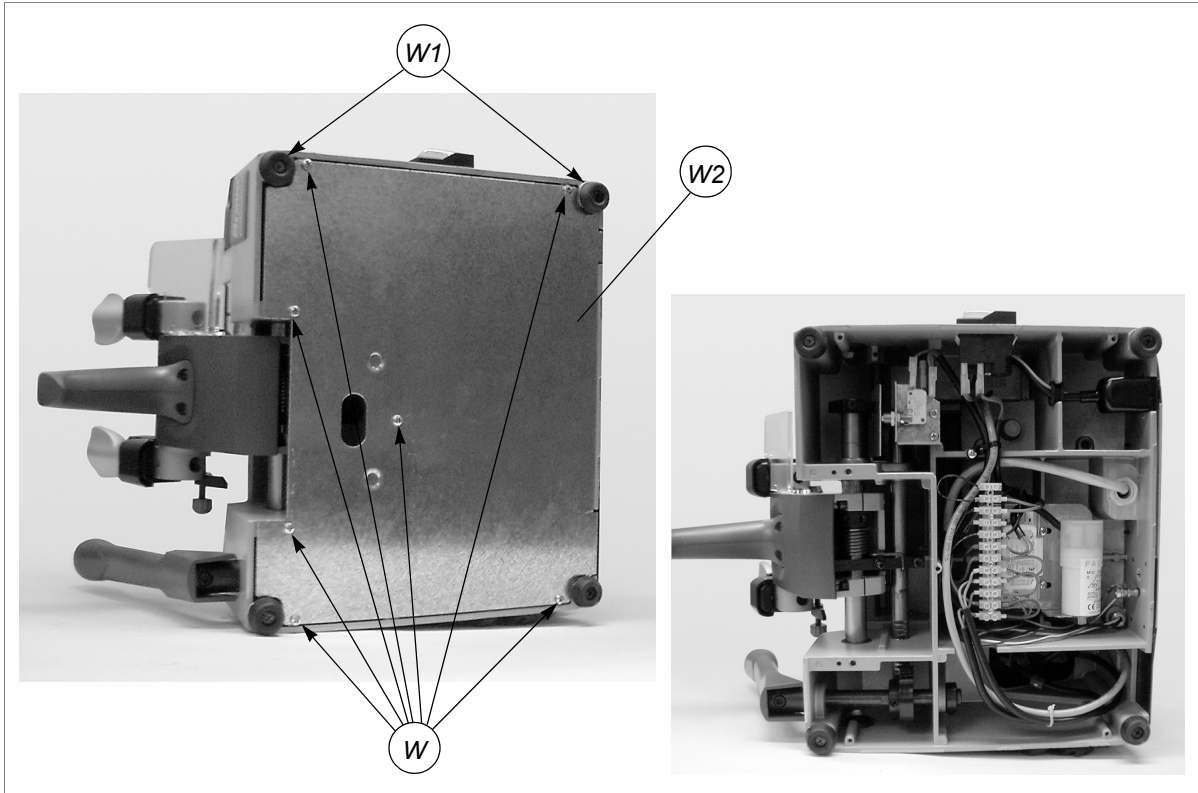
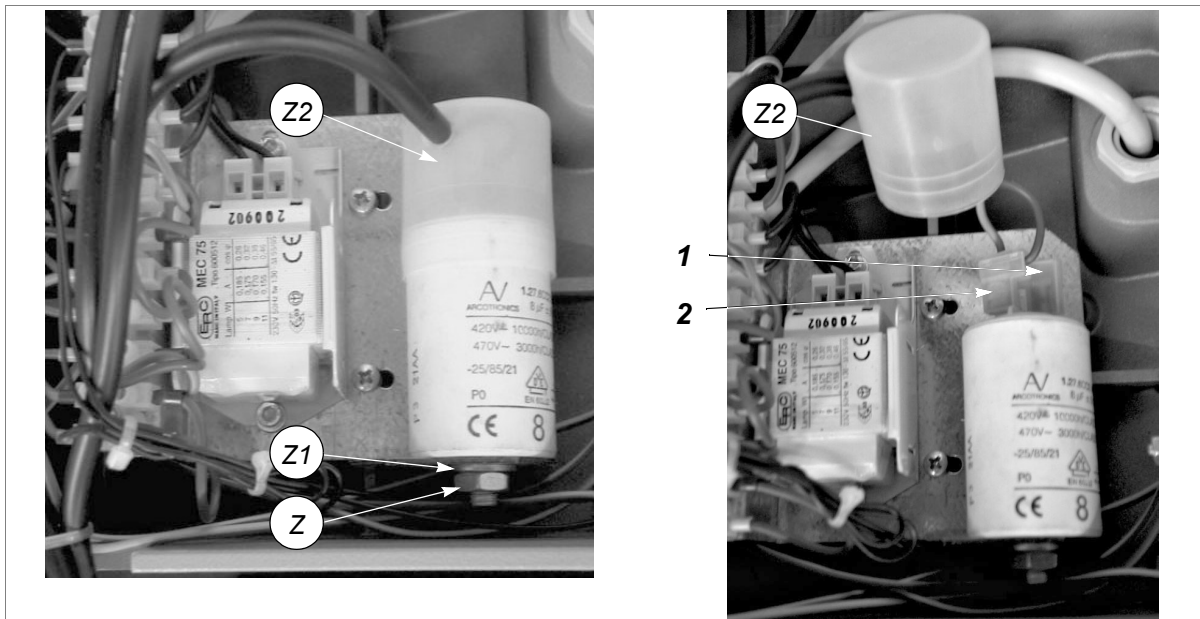
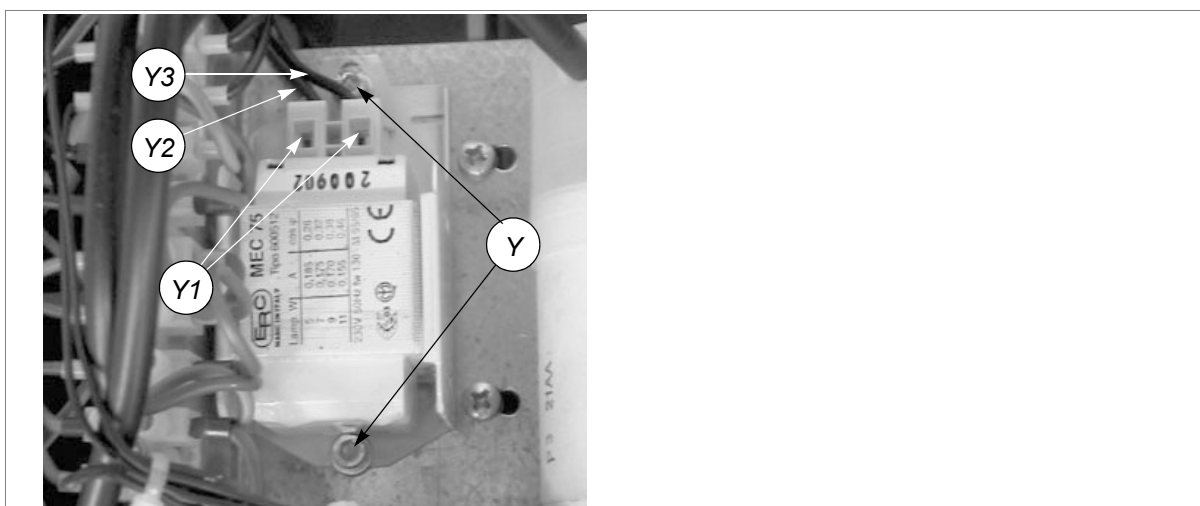

Fig. 31
Fig. 33
Fig. 34
- 4) Draai de 7 schroeven (W) en 2 steunpootjes (W1) los en verwijder de onderste afscherming (W2) (fig.31).
- 1) Draai de moer (Z) los, verwijder het ringetje (Z1) en de condensator (fig.33).
- 2) Plaats de nieuwe condensator en bevestig hem met het ringetje (Z1) en de moer (Z).
- 6) Plaats de onderste afscherming terug en bevestig deze met de 7 schroeven (W) en 2 steunpootjes (W1) (fig.31, pag.22). Plaats het bramenopvangbakje.
- 1) Draai de 2 schroeven (Y) los en verwijder het voorschakelapparaat (fig.34).
- 4) Plaats het nieuwe voorschakelapparaat in zijn zitting en bevestig hem met de 2 schroeven (Y).
- 5) Plaats de onderste afscherming terug en bevestig deze met de 7 schroeven (W) en 2 steunpootjes (W1) (fig.31, pag.22). Plaats het bramenopvangbakje.
- 9) Plaats de onderste afscherming terug en bevestig deze met de 7 schroeven (W) en 2 steunpootjes (W1) (fig.31, pag.22). Plaats het bramenopvangbakje.